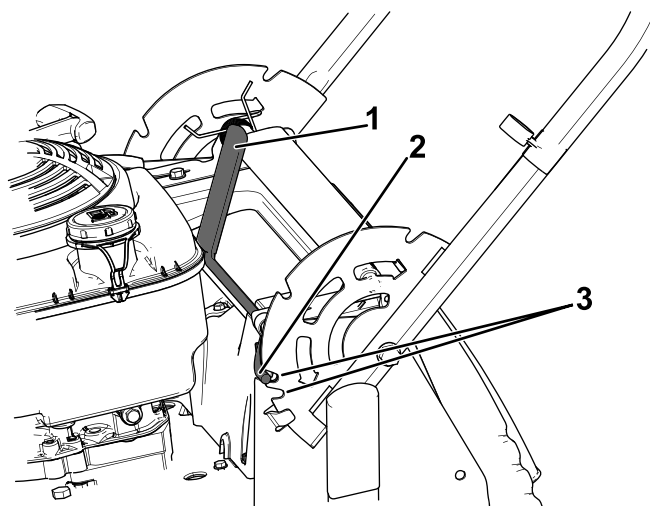

Рисунок 15
1. Потяните рычаг запираания рукоятки назад, чтобы вывести из зацепления пальцы фиксации рукоятки (Рисунок 15).
2. Поверните рукоятку и совместите требуемую прорезь в кронштейне рукоятки с пальцами фиксации рукоятки, см. Рисунок 15.